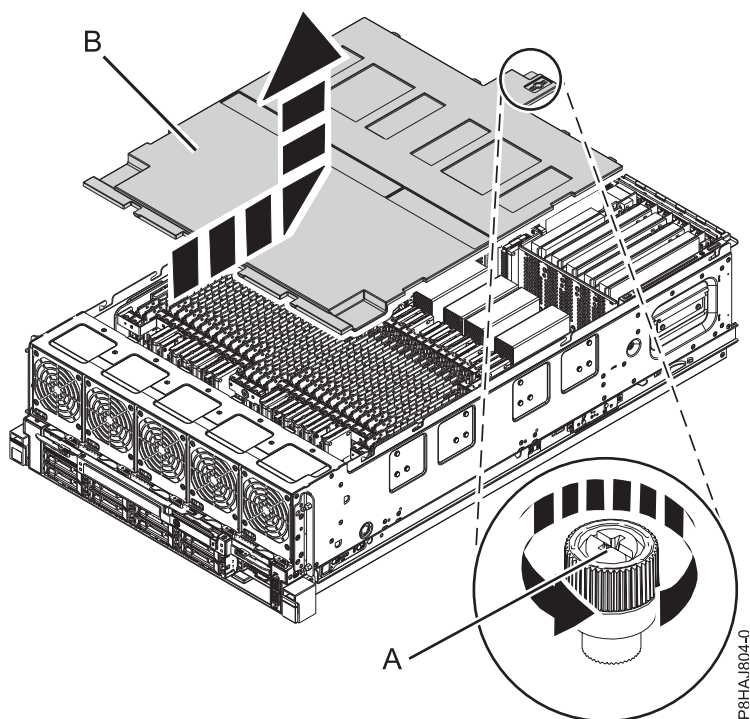

図 40. 安全カバーの取り外し
2. カバーの背面にあるつまみねじ (A) を、90 ページの図 40 に示されている方向に回転させて緩めます。
3. 安全カバー (B) をシステムの後方にスライドさせます。カバーの最前部が上部のフレーム棚を通り過ぎたら、カバーを持ち上げてシステムから外します。